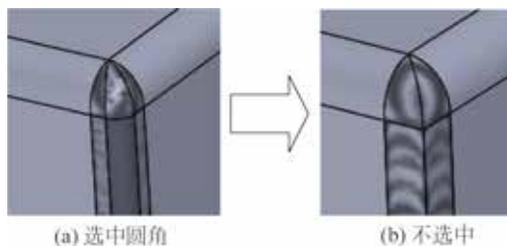

图 5.226 添加圆角
- **添加圆角** 复选项：用于设置是否在焊接的边角上添加圆角，如图 5.226 所示。